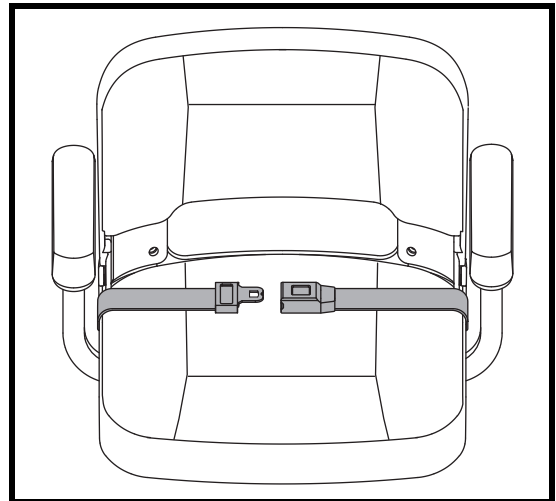

Abb. 22. Rückhaltegurte - Rückhaltegurt mit Schloss
1. Schloßzunge in das Schloßteil stecken, bis der Schnellverschluß hörbar einrastet. **Siehe Abb. 22.**